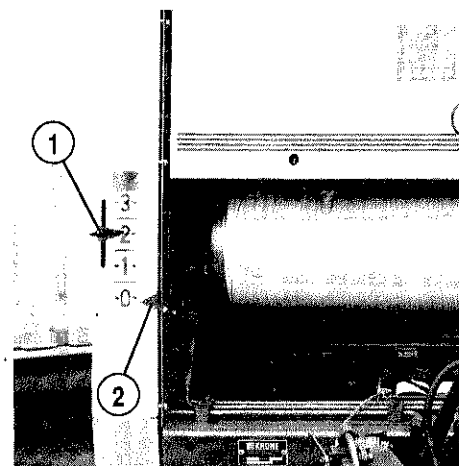

Abb. 20
2. Durch Verschieben der Vorwahlzeiger den gewünschten Preßdruck vorwählen (Pos. 1, Abb. 20).
Die Klappe ist richtig geschlossen, wenn die Preßdruckanzeiger beidseitig auf „0“ stehen (Pos. 2, Abb. 20).